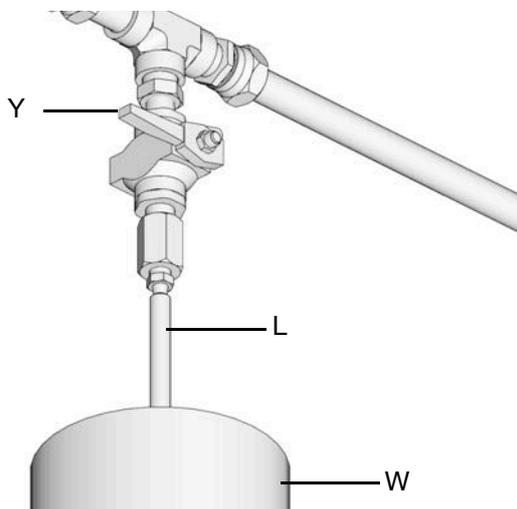

FIG. 18
1. Para aliviar la presión entre la bomba de llenado (F) y la válvula de desconexión de llenado automático (B), abra válvula de alivio de presión de la manguera de suministro (Y) (FIG. 18). La presión se alivia y el fluido sobrante se drena por el tubo de drenaje (L) hacia el contenedor de desbordamiento de lubricación (W).